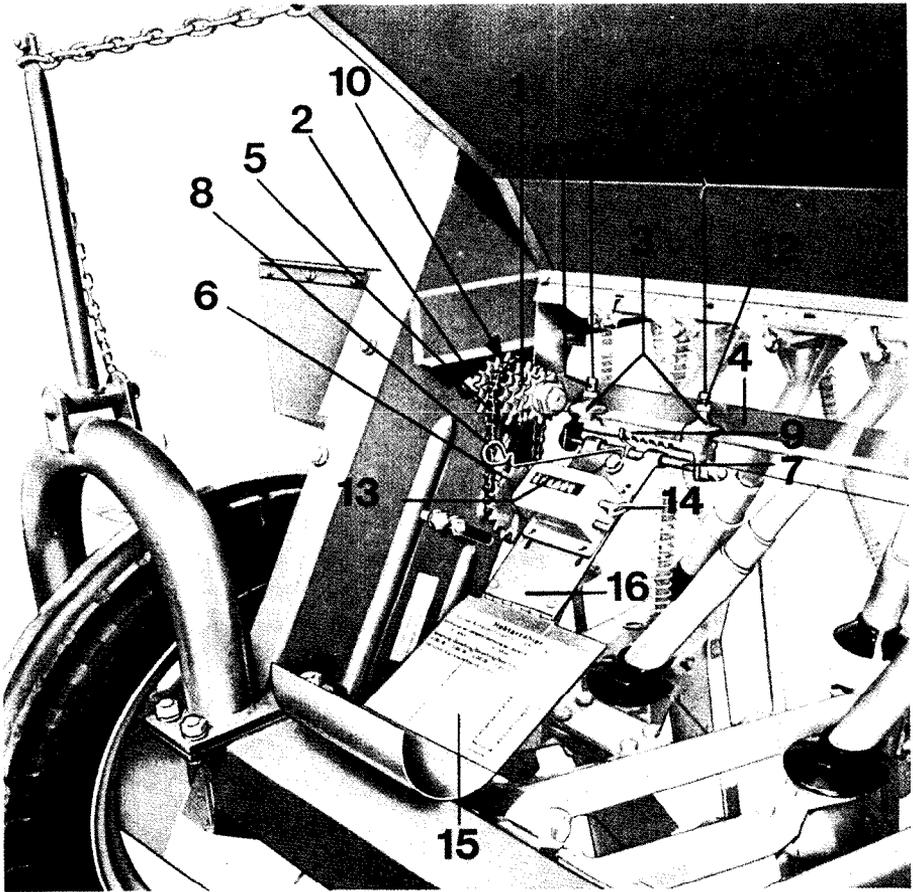

Abb. 57
1. Kettenräderkonus (Abb. 57/1) auf das herausragende Wellenstück (Abb. 57/2) schieben.
2. Befestigungsgabeln (Abb. 57/3) auf die Winkelschiene (Abb. 57/4) schieben.
3. Kette (Abb. 57/5) auf das größte Kettenrad des Kettenräderkonus und auf das Kettenrad (Abb. 57/6) des Zählwerkes legen.
4. Zählerplatte (Abb. 57/16) auf dem Bolzen (Abb. 57/7) so verschieben, daß die Feder (Abb. 57/8) in die linke Raste der Rastenschiene (Abb. 57/9) eingreift.
5. Kette (Abb. 57/5) ausrichten.
6. Madenschraube (Abb. 57/10) des Kettenräderkonus fest anziehen.
7. Befestigungsschrauben (Abb. 57/11) ebenfalls fest anziehen und durch Kontermuttern (Abb. 57/12) sichern.
2. Auf dem Kettenräderkonus sind 7 Kettenräder angebracht, die für Arbeitsbreiten von 2,00 m bis 4,69 m vorgesehen sind; vgl. Tabelle auf der Rückseite des Schutzbleches (Abb. 57/15).
3. Durch Hochheben der Zählerplatte (Abb. 57/16) Kette vom Kettenrand abnehmen.
4. Zählerplatte so weit nach unten schwenken, bis sich die Feder (Abb. 57/8) von der Rastenschiene (Abb. 57/9) abhebt.
5. Die Rastenschiene (Abb. 57/9) besitzt 7 Rasten, entsprechend der Anzahl der Kettenräder. Zählerplatte (Abb. 57/16) auf dem Bolzen (Abb. 57/7) so weit verschieben, bis die Feder (Abb. 57/8) in die Raste einrastet, die dem ermittelten Kettenrad entspricht.
7. Nach Hochschwenken der Zählerplatte (Abb. 57/16) Kette auch auf das Kettenrad (Abb. 57/6) auflegen. Durch die Feder (Abb. 57/8) wird die Kette dauernd auf Spannung gehalten.
8. Bei Beginn der Säararbeit das Zählwerk (Abb. 57/13) durch Zählwerkschlüssel (Abb. 57/14) auf 0 000 00 einstellen.
9. Schutzblech (Abb. 57/15) durch Hochklappen schließen.